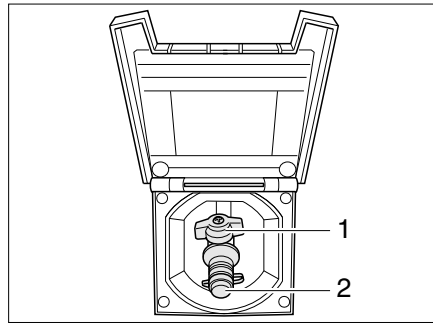

Bild 85 Externer Gasanschluss, Gasabsperrventil geschlossen
Der externe Gasanschluss (Bild 85) befindet sich je nach Modell am Heck oder auf der linken bzw. rechten Fahrzeugseite.
- Externes Gasgerät an der Anschluss-Stelle (Bild 85,2) anschließen.
- Das Gasabsperrventil (Bild 85,1) öffnen.